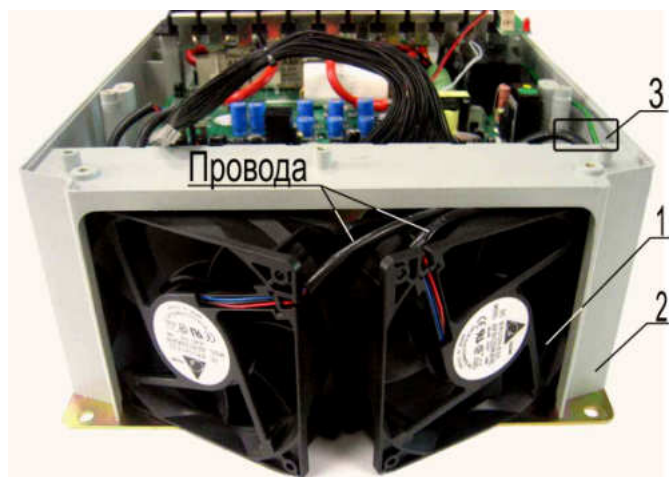

Рис. 6.17
6.10.4. Достать из корпуса 2 вентиляторы 1, потянув за внутренние боковины, как показано на рис. 6.17. Выгнуть из отверстия 3 корпуса провода вентиляторов (рис. 6.17).